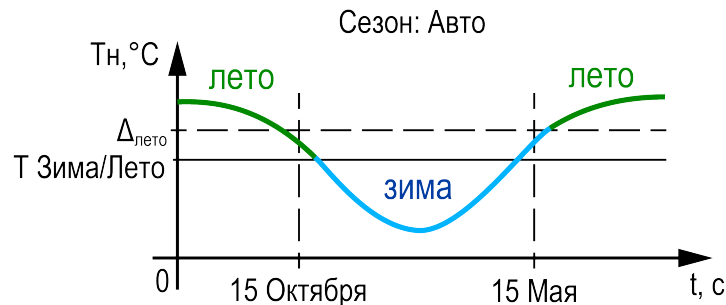

Рисунок 10.8 – Определение сезона
- параметр **Переход: Авто** — к условию перехода между режимами в ручном режиме добавляется условие автоматического перехода (см. рисунок 10.8). Условие перехода в **Лето**: среднесуточная температура наружного воздуха стала выше значения установленного в параметре **Уставка лето** на 3 градуса (не редактируемая величина) и текущая дата находится в диапазоне между датой включения режима **Лето (Вкл)** и датой выключения (**Выкл**). Условие перехода в **Зиму**: среднесуточная температура наружного воздуха стала ниже значения установленного в параметре **Уставка лето** и текущая дата находится в диапазоне между датой выключения режима **Лето (Выкл)** и датой включения (**Вкл**). На рисунок 10.8 в качестве примера изображается 15 октября (дата перехода из Лета в Зиму) и 15 мая (дата перехода из Зимы в Лето).